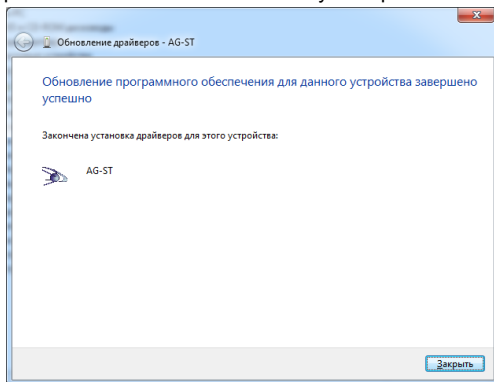

Рис.4. Установка драйверов завершена.
8. После успешной установки драйверов система распознает подключенное устройство (рис.4). Для завершения работы с Мастером обновления нажмите кнопку «Закреть».